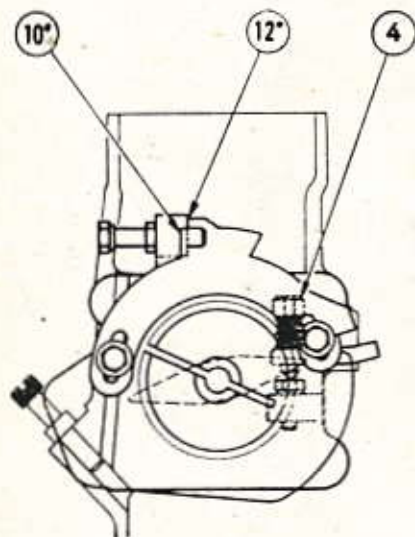

Fig. 11. — Réglage de l'ouverture minimale du papillon
- Agir sur la vis (4) d'ouverture mini et amener l'arête (12°) du secteur en correspondance avec la face avant du bossage (fig. 11).